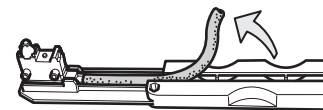

Fig. 9
- ▶ Estrarre il cavo dall'attrezzo di montaggio partendo dall'estremità (Fig. 9).